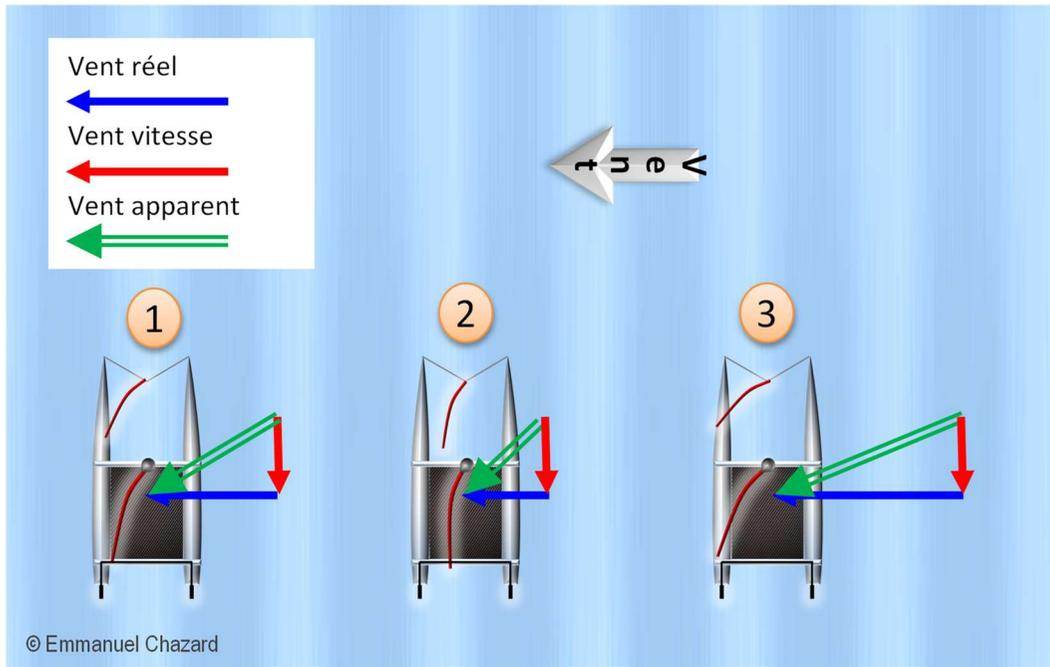

Figure 53. Effet des changements de force du vent réel
La Figure 53 illustre les effets d'un changement de force du vent réel, sur le vent apparent.
Le catamaran représenté à gauche sur la Figure 53 fait route au travers (vent réel), mais ressent un vent apparent de petit large, il est donc réglé au petit large (1).